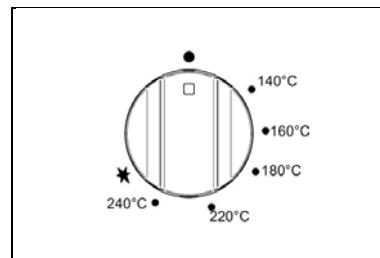
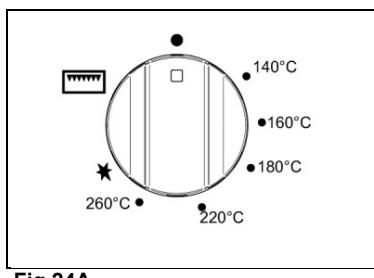
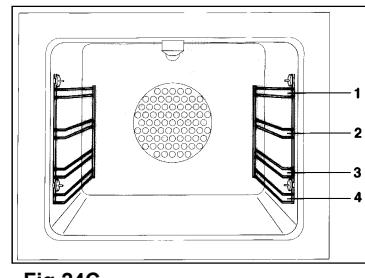

Fig 23A
Fig 24A
Fig 24C
- **Accensione manuale**: (sempre possibile anche in mancanza di energia elettrica) : Per effettuare l'accensione aprire la porta forno e ruotare la manopola fino a far corrispondere i 260°C della scala con l'indice(**Fig.23A-23B** per forno ibrido e **Fig.24A-24B** per il modello GEV). Contemporaneamente avvicinare un fiammifero acceso al tubino dell'accensione visibile sul piano forno (**Fig.24C**). Quindi premere la manopola del termostato (in questo modo comincia il passaggio del gas) e tenerlo premuto, dopo l'accensione completa del bruciatore, per 10 secondi. Rilasciare la manopola e controllare che il bruciatore rimanga acceso, altrimenti ripetere l'operazione.
Il forno è dotato di 4 guide a differenti altezze (**Fig. 24C**), nelle quali possono essere inserite indifferentemente le griglie o il vassoio. Per evitare di sporcare eccessivamente il forno si consiglia di cuocere la carne o sul vassoio o sulla griglia che va inserita dentro il vassoio. Nella tabella sotto riportata sono indicati i tempi di cottura e la posizione del vassoio indicativi per i diversi tipi di alimenti. L'esperienza personale suggerirà successivamente eventuali variazioni ai valori riportati in tabella. Si consiglia comunque di seguire le indicazioni della ricetta che intendete realizzare.